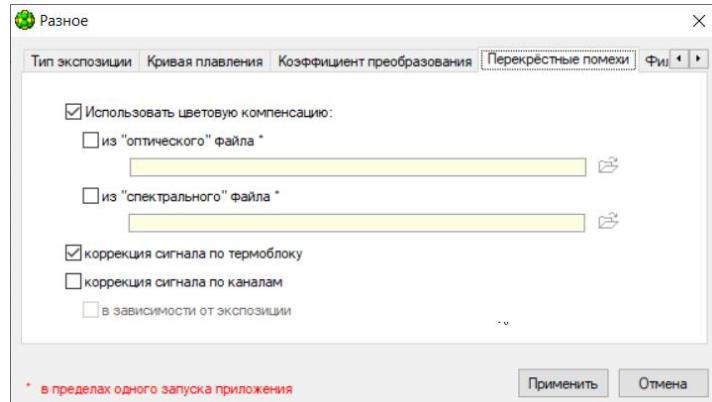

Рис.5 Вкладка «Перекрестные помехи»
**Перекрестные помехи:** определяем наличие алгоритмов «цветовой» компенсации между оптическими каналами, коррекции оптического сигнала по термоблоку и между каналами (Рис.5).